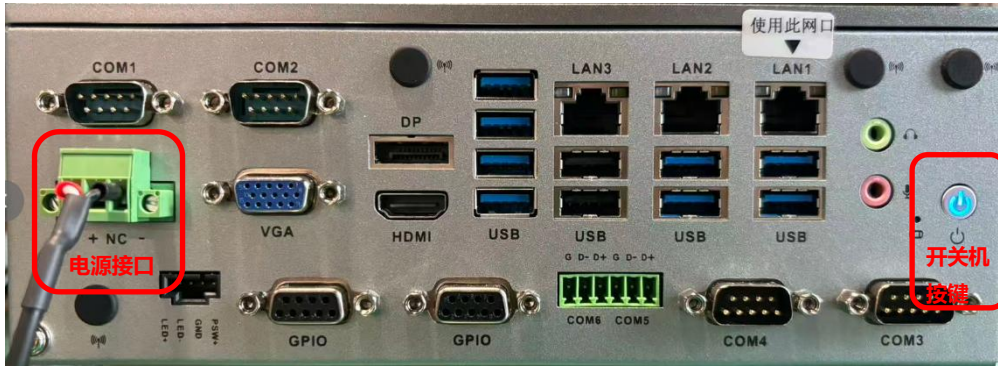
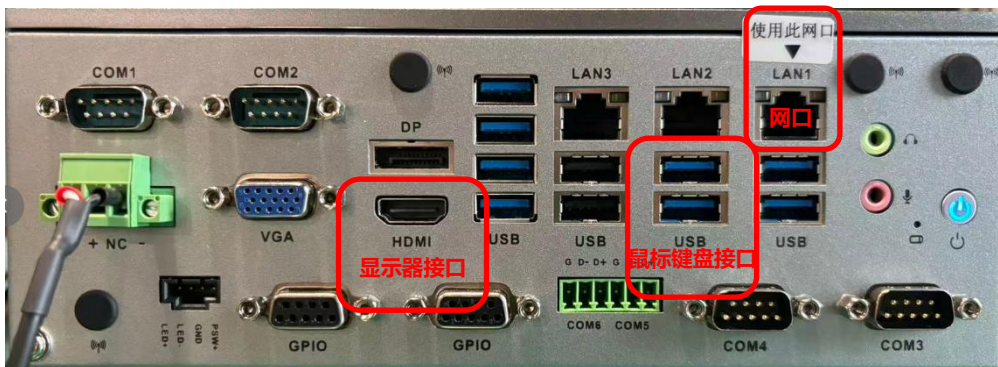

图1
图2
1、开机：通过配件中的电源适配器，接入电源接口，键盘鼠标和显示器，如图1、图2所示。按下电源开启键，待蓝灯亮起，服务器正在启动，嘀一声后等待 2 分钟左右启动完成。